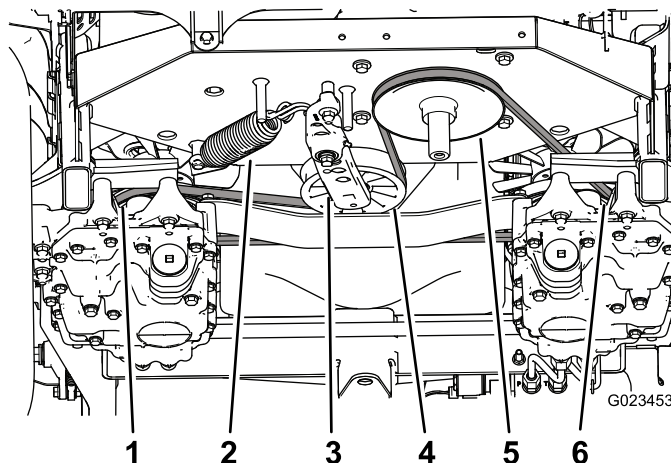

Figura 56
3. Inserite un cricchetto nel foro quadrato del braccio di tensione per contrastare l'azione della molla di tensione (Figura 56) e rimuovete la cinghia dalla puleggia tendicinghia.
4. Sganciate la molla di tensione dal braccio di tensione e dal telaio (Figura 56).
9. Montate la molla sul braccio di tensione e sul telaio (Figura 56).